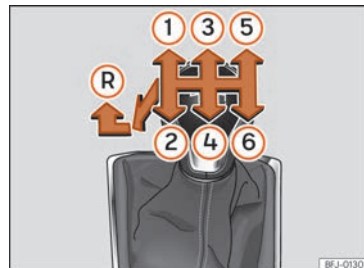

Abb. 122 Schaltschema eines 6-Gang-Schaltgetriebes.
Auf dem Schalthebel sind die Positionen der einzelnen Fahrgänge dargestellt **>>> [Abb. 122]**.
- Schalthebel in die Neutralstellung bringen und nach unten drücken. Schalthebel ganz nach links und dann nach vorn in die Rückwärtsgangposition schieben >>> (Abb. 122) (R).